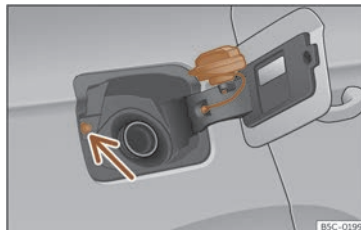

Fig. 199 Trappe à carburant avec bouchon ouvert.
- Placez le bouchon dans le logement se trouvant sur la charnière de la trappe à carburant ouverte >>> **fig. 199**.
Évitez de toucher le bouton de verrouillage de la trappe à carburant >>> **fig. 199** (flèche). Le système comprendrait que vous avez terminé et vous ne pourrez plus faire le plein. Rappuyez sur la touche \square de la porte du conducteur pour continuer.